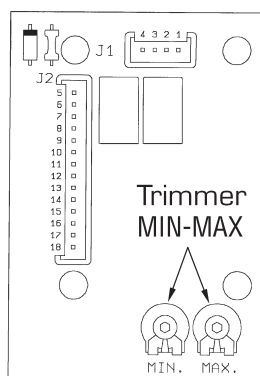

Рис. 3
- 2) На таблице указано значение “Δр воздуха макс.”, установите его с помощью триммера “MAX” электросхемы вентилятора (Рис. 3):
- 4) Найдите в таблице данные “Δр воздуха мин.” и установите его с помощью триммера “MIN” схемы вентилятора (Рис. 3):